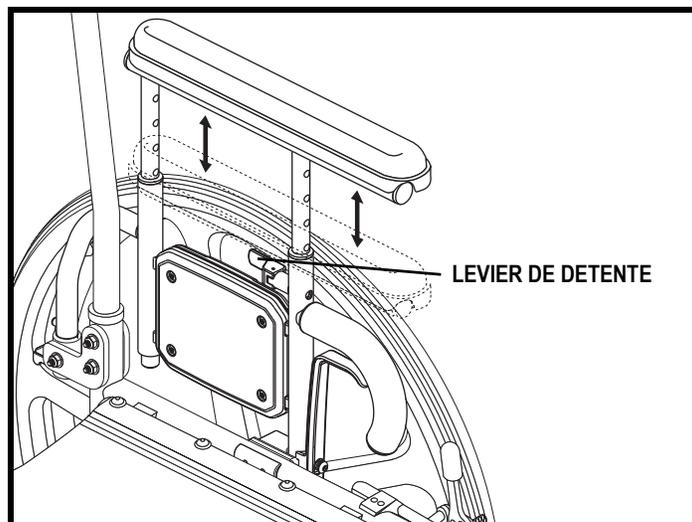

Figure 38. Réglage des accoudoirs à double support
1. Pivotez le levier situé sur l'accoudoir dans un sens ou l'autre. **Voir la figure 38.**